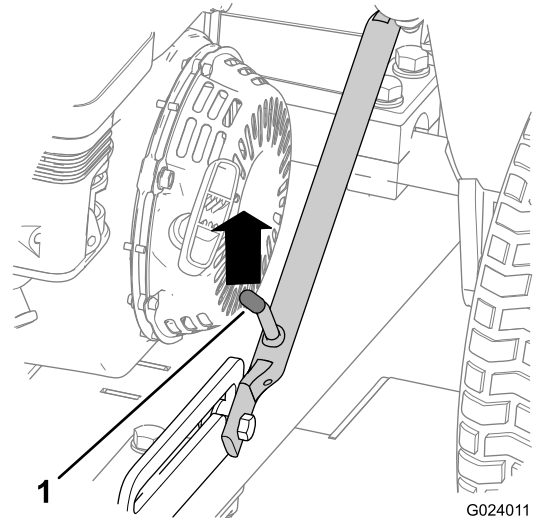
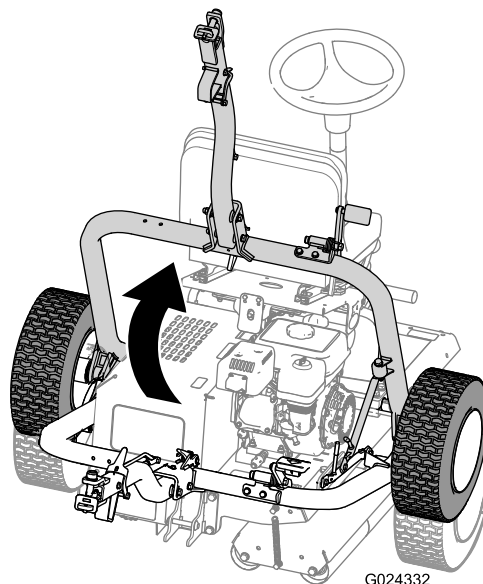

图16
图20
- A. 向上推动挂钩组件，直至闩锁杆从滑块锁销中松开（图16）。
D. 提起挂钩（图20），直到门锁杆锁入滑块锁销（图16）。